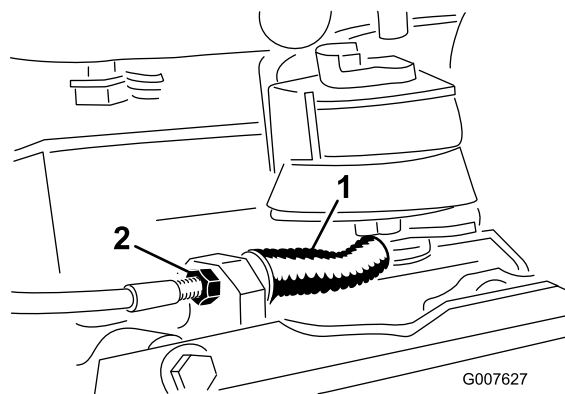

Figura 34
- Para diminuir a tensão do cabo, desaperte a porca frontal do cabo e aperte a porca traseira (Figura 34). Repita os passos 1 e 2 e ajuste a tensão, se necessário.
- Para aumentar a tensão do cabo, aperte a porca frontal do cabo e desaperte a porca traseira (Figura 34). Repita os passos 1 e 2 e ajuste a tensão, se necessário.